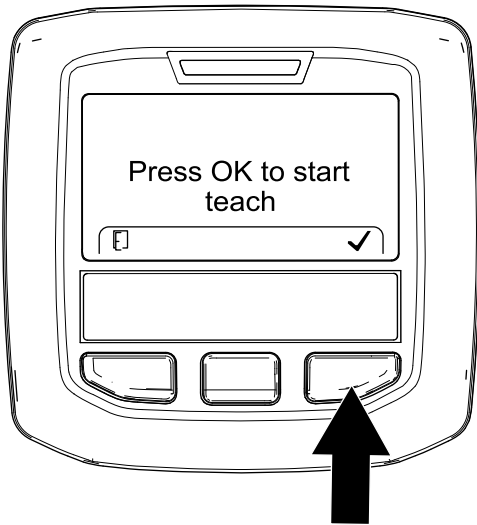

Bild 67
5. Drücken Sie auf dem Bildschirm „OK drücken, um mit dem Einlernen zu beginnen“ (**Bild 67**) die rechte InfoCenter-Taste.